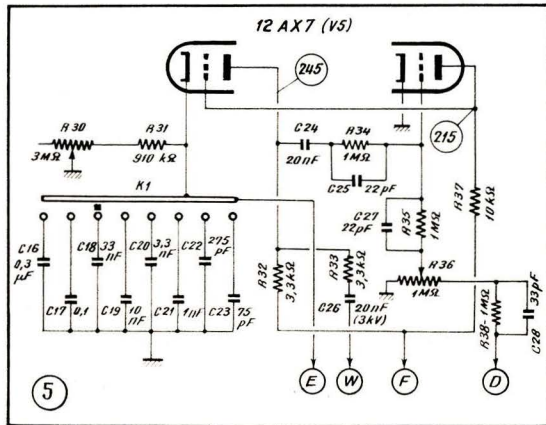

Fig. 5. — Oscillateur de la base de temps.
Cet oscillateur, dont la figure 5 représente le schéma, dérive des montages de Puckle et de Miller et utilise une double triode 12 AX 7. Le signal de synchronisation, en provenance de l'amplificateur vertical, arrive par (D) et peut être dosé par le potentiomètre R_{36} , dont le rôle est, par conséquent, de stabiliser l'image sur l'écran. D'autre part, un signal de polarité convenable est prélevé sur l'anode de la première triode et envoyé sur le